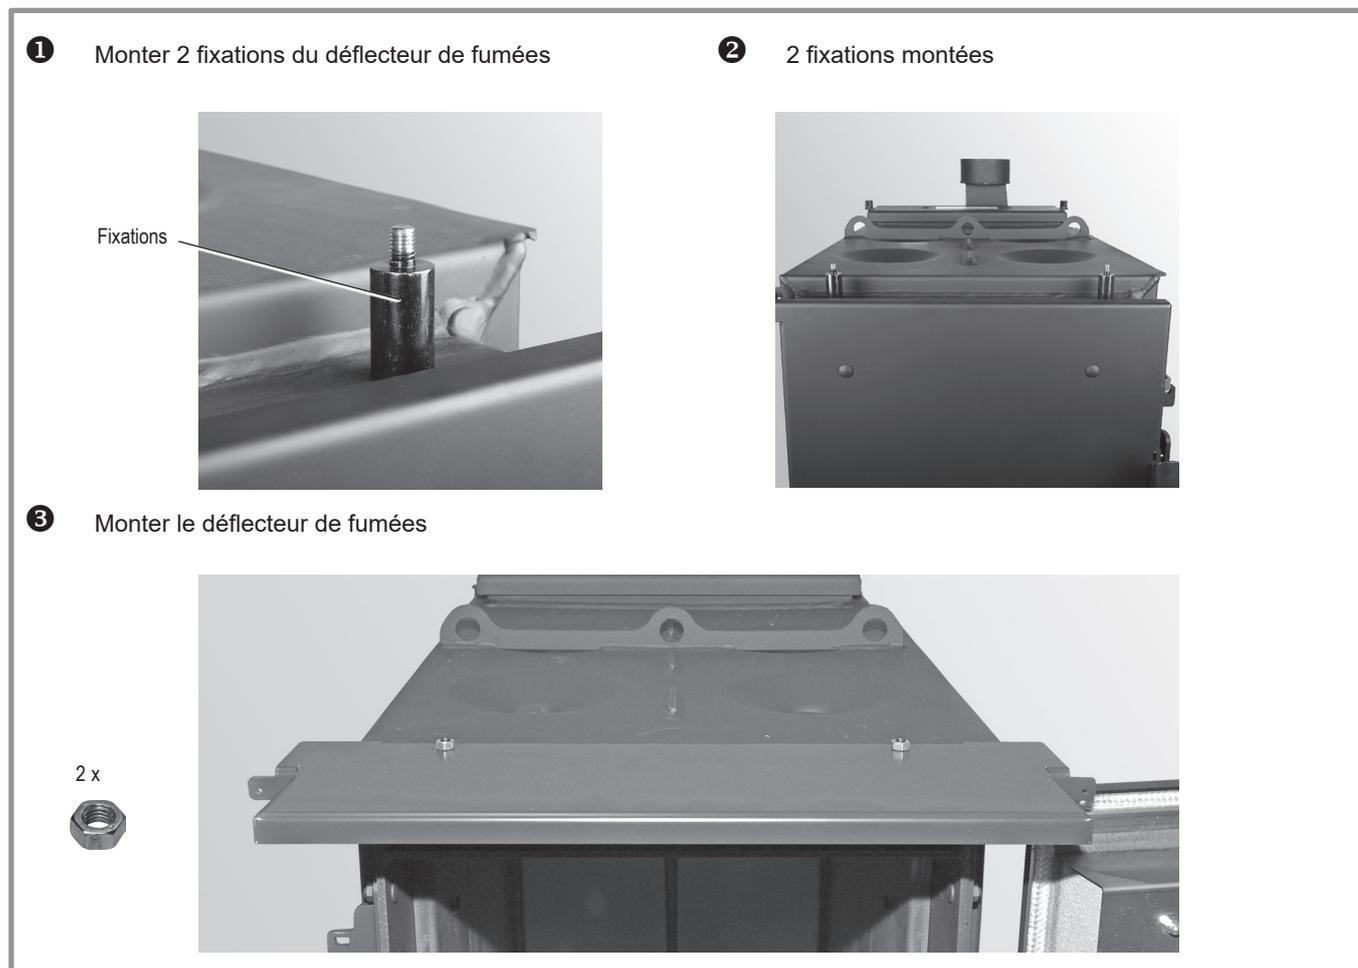

fig. 16 - Déflecteur de fumées
- Visser 2 fixations du déflecteur de fumées sur la chaudière, via la porte de chauffage, comme indiqué sur les *fig. 16 - ① - ②*).
- Mettre le déflecteur de fumées en place et le fixer à l'aide de 2 écrous M8 (*fig. 16 - ③*).